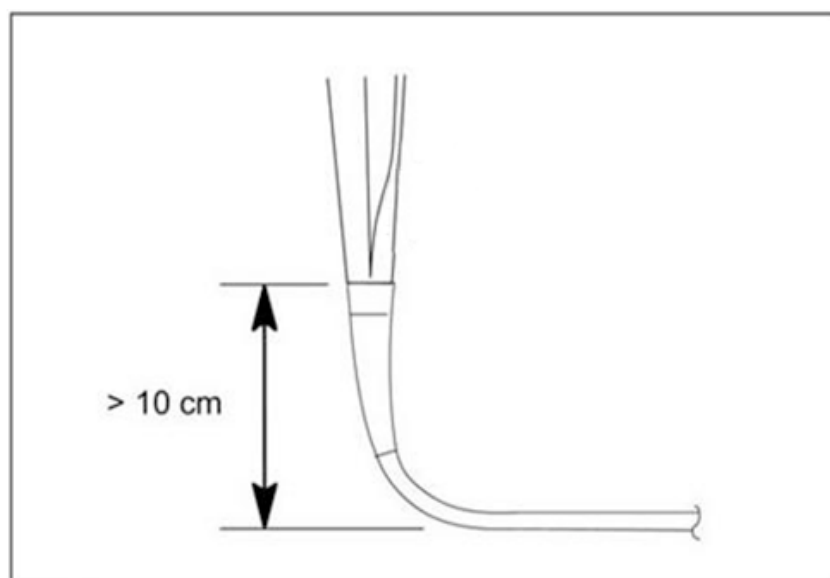

Fig 4.3
- Não permita que o tubo de inserção seja dobrado a uma distância de 10 cm ou menos da junção da bota de proteção. Inserção podem ocorrer danos ao tubo (Fig. 4.3).